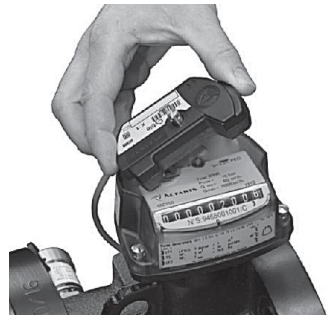

Рисунок 13. Зовнішній датчик імпульсів Cyble™
- 1) S1F/C — лічильники вироблені із застосуванням технології S-Flow (див. рис. 13 та 14);
- 1) S1F— еталонні лічильники, вироблені із застосуванням технології S-Flow (див. рис. 13 та 14);
4.1 Лічильник (див. рис. 13) складається з таких основних частин:
- корпусу (1);
- переднього картера (2);
- передньої пластини (3);
- горловин(и) для заливання оливи (4);
- роторів (5);
- підшипників (6);
- пари шестерень (7);
- заднього картера (8);
- блоку відлікового пристрою (9).
4.6.6 Зовнішній датчик імпульсів Cyble™ (див. рис. 13) — це електронний датчик імпульсів. Датчик Cyble™, порівняно з герконовим датчиком, унеможливує можливість брязкотіння і формування паразитних імпульсів. До виходу датчика Cyble™ можна підключити будь-який електронний прилад, оснащений низькочастотним входом. Датчик Cyble™ дозволяє виявити і (за бажанням) не враховувати зворотний потік через лічильник, а також унеможливує, на відміну від герконових датчиків, можливість впливу на роботу датчика зовнішнім магнітним полем.